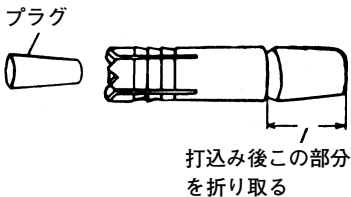

図 6
(1) 自穿孔アンカー（図6）をアンカーアダプタに取付けます。